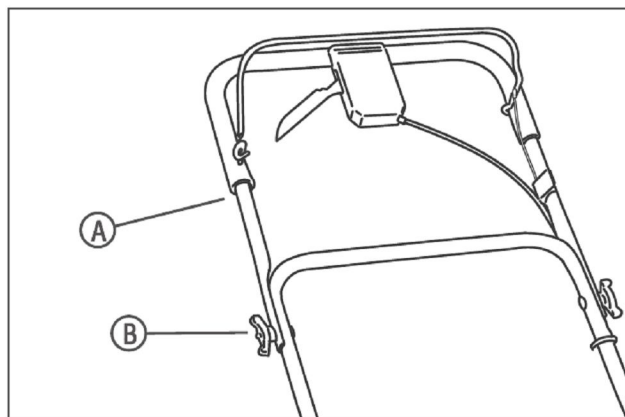

Рис. 2: Установка верхней рукоятки
- 4) Установите верхнюю рукоятку (А, рис. 2) в рабочее (верхнее) положение. Затяните барашковые гайки (В).